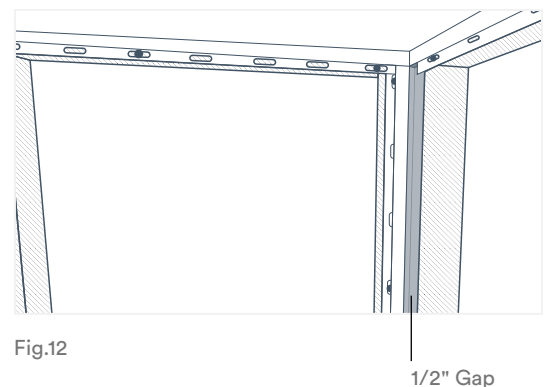

Fig.12
2. Si utiliza una moldura en forma de J o una moldura para esquinas internas, comience por la esquina donde cortó la moldura en J Trim 1/2" más corta y desplace la pieza de moldura vertical desde la esquina 1/2" para dejar suficiente espacio para insertar el último panel de pared detrás de la moldura cuando haya terminado (Fig. 12). Luego, instale las molduras perimetrales necesarias alrededor de las aberturas, como puertas o ventanas.